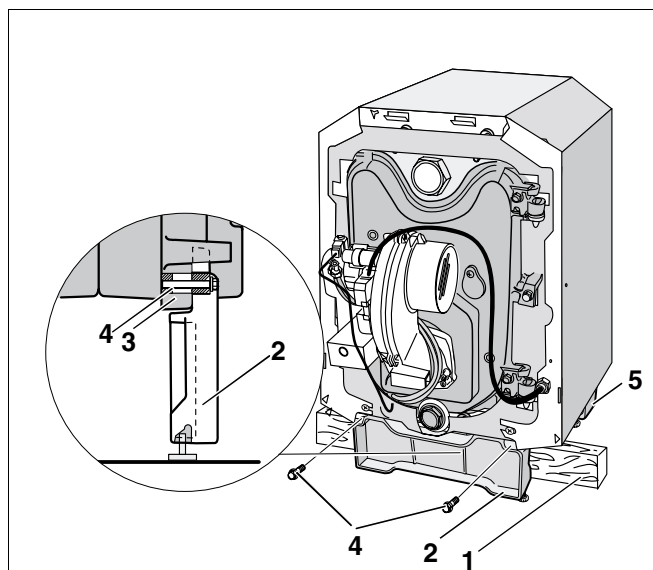

Fig. 12 Montering av kjelunderbygningen til forelementet
- Skyv en firkantstokk (fig. 12, **pos. 1**) under kjelen, slik at kjelunderbygningen (fig. 12, **pos. 2**) kan monteres.
- Sett kjelunderbygningen (fig. 12, **pos. 2**) inntil forelementets kjelelementføtter (fig. 12, **pos. 3**).
- Skru kjelunderbygningen (fig. 12, **pos. 2**) fast til forelementets kjelelementføtter (fig. 12, **pos. 3**). Sekskantskruene M10 (fig. 12, **pos. 4**) følger med kjelunderbygningen.
Fremgangsmåten ved montasje av kjelunderbygningen til bakelementet (fig. 12, **pos. 5**) er den samme som ved montasje av kjelunderbygningen til forelementet (fig. 12, **pos. 2**).